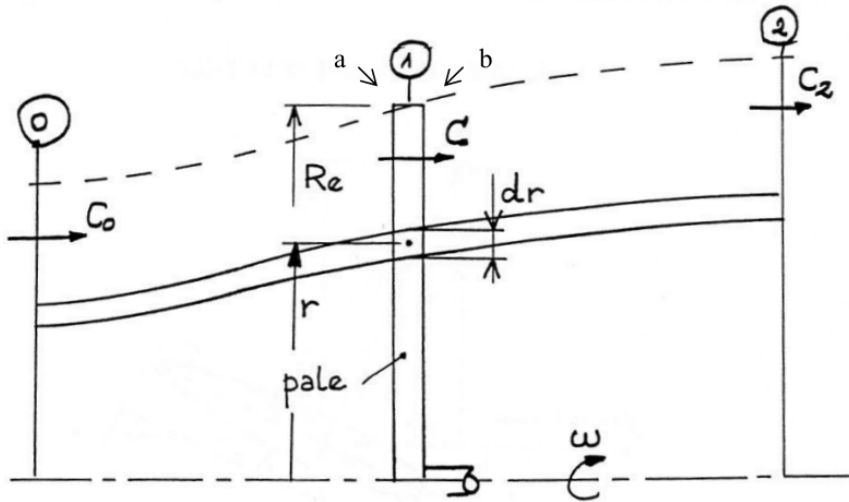

FIGURE 2 – Modèle global de Froude - Betz
2. Exprimer  $E$  l'énergie par unité de masse cédée à l'hélice par le courant en fonction des vitesses amont et aval, respectivement  $C_0$  et  $C_2$  (Fig. 2).